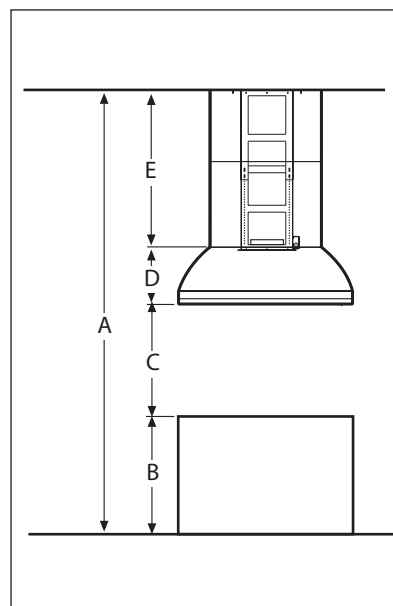

FIG.1
La figure 1 ci-dessous illustre une installation de hotte typique. Lorsqu'elle est installée avec le kit d'accessoires de cheminée IVCK, la hotte peut être installée à une hauteur de 76,2 à 91,4 cm (30 à 36 po) dans les cuisines dont le plafond s'élève de 2,6 à 3 m (8 à 10 pieds). Toute installation en dehors de cette norme nécessite un cadrage sur mesure. Consultez un installateur qualifié pour un cadrage sur mesure.
Voir la figure 1.
Voir fig. 1. Évitez d'utiliser un conduit plus petit que celui spécifié.
4. Installez un tube électrique de 1,3 cm/1/2 po à l'emplacement marqué sur le gabarit, sur une longueur de E moins 7,9 cm/3-1/8 po (E – 7,9 cm/3-1/8 po) à partir du plafond (utilisez la formule de la figure 1).